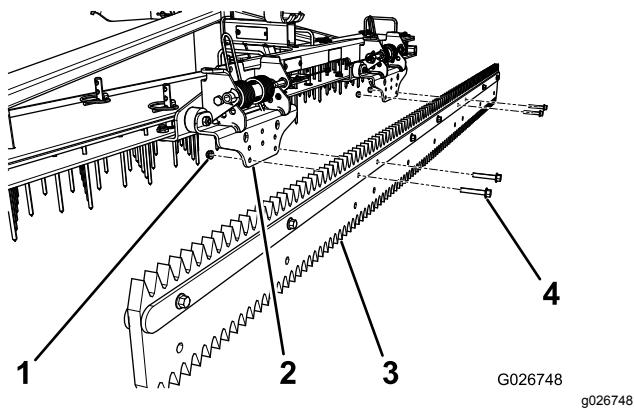

Рисунок 9
1. Отверните 4 винта и гайки, как показано на Рисунок 9.
2. Совместите отверстия в механической щетке с нижними отверстиями в пружинных кронштейнах в сборе (Рисунок 9).
3. Используйте снятые ранее 4 винта и гайки для крепления механической щетки к пружинным кронштейнам в сборе (Рисунок 9).